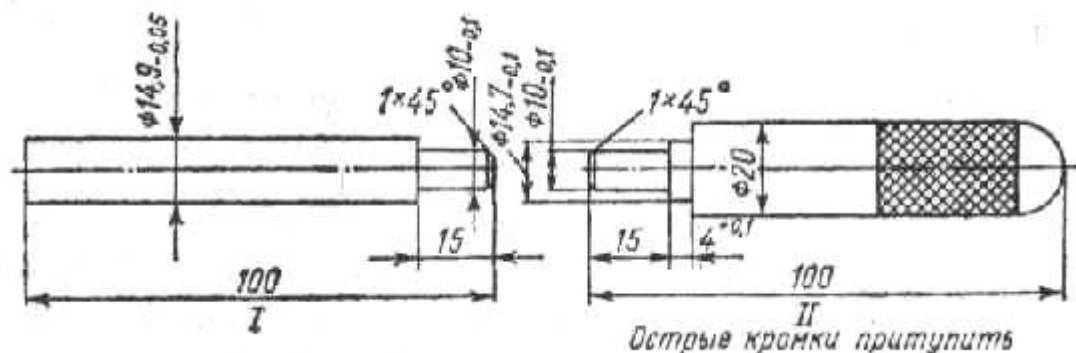

Рис. 96. Оправка для установки поршневого пальца
3. Вставить в палец оправку II (рис. 96).